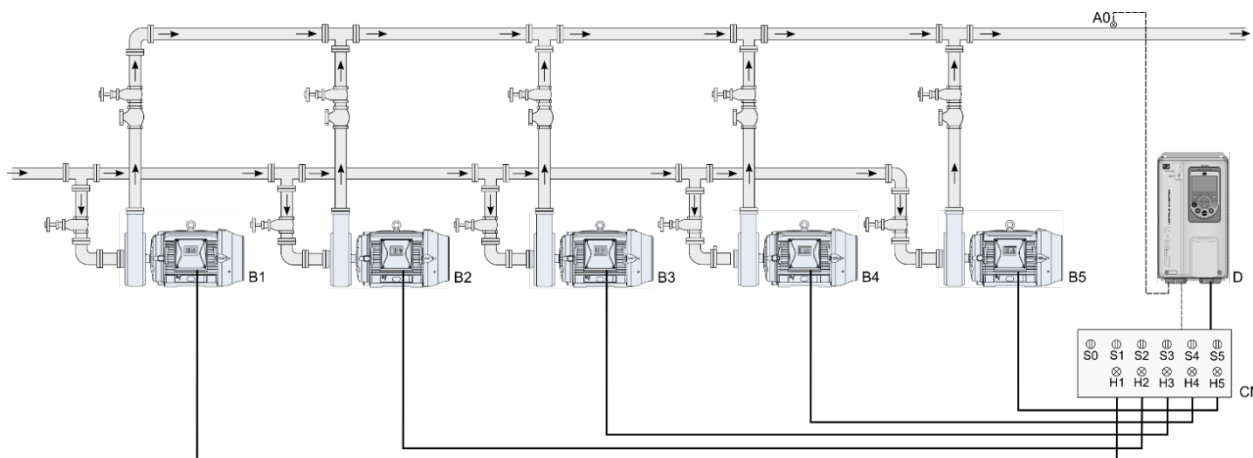

Figura 2.6 – Aplicación Pump Genius Multipump con control móvil y cinco bombas en paralelo
La figura 2.6 presenta un accionamiento típico con cinco bombas en paralelo y setpoint (consigna) para control vía HMI, siendo básicamente compuesto por:
Las señalizaciones H1, H2, H3, H4 y H5 no son necesarias para el funcionamiento del Pump Genius Multipump con control móvil, cinco bombas en paralelo y setpoint (consigna) para control vía HMI, ya que sirven solamente para indicar la condición de funcionamiento de las bombas en el cuadro de mando (CM). En la figura 2.6, las señalizaciones H1, H2, H3, H4 y H5 vienen de contactos auxiliares de los contactores K1, K1.1, K2, K2.1, K3, K3.1, K4, K4.1, K5 y K5.1 que accionan las bombas 1, 2, 3, 4 y 5.